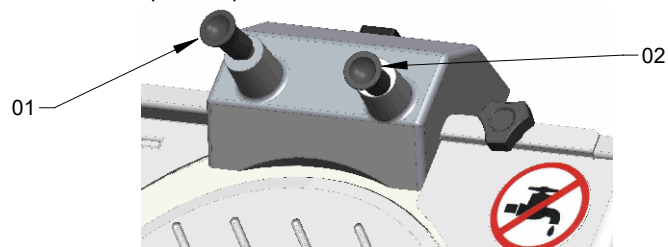

Figura 06
4.1.2 Afrouxe o Manípulo (Item 01, figura 06) que está embaixo do afiador e empurre o mesmo para baixo (sentido da lâmina). Feito isso, aperte o manípulo.
4.1.5 Quando terminar a afiação, volte o afiador para a posição original e aperte o Manípulo (Item 01, figura 06).